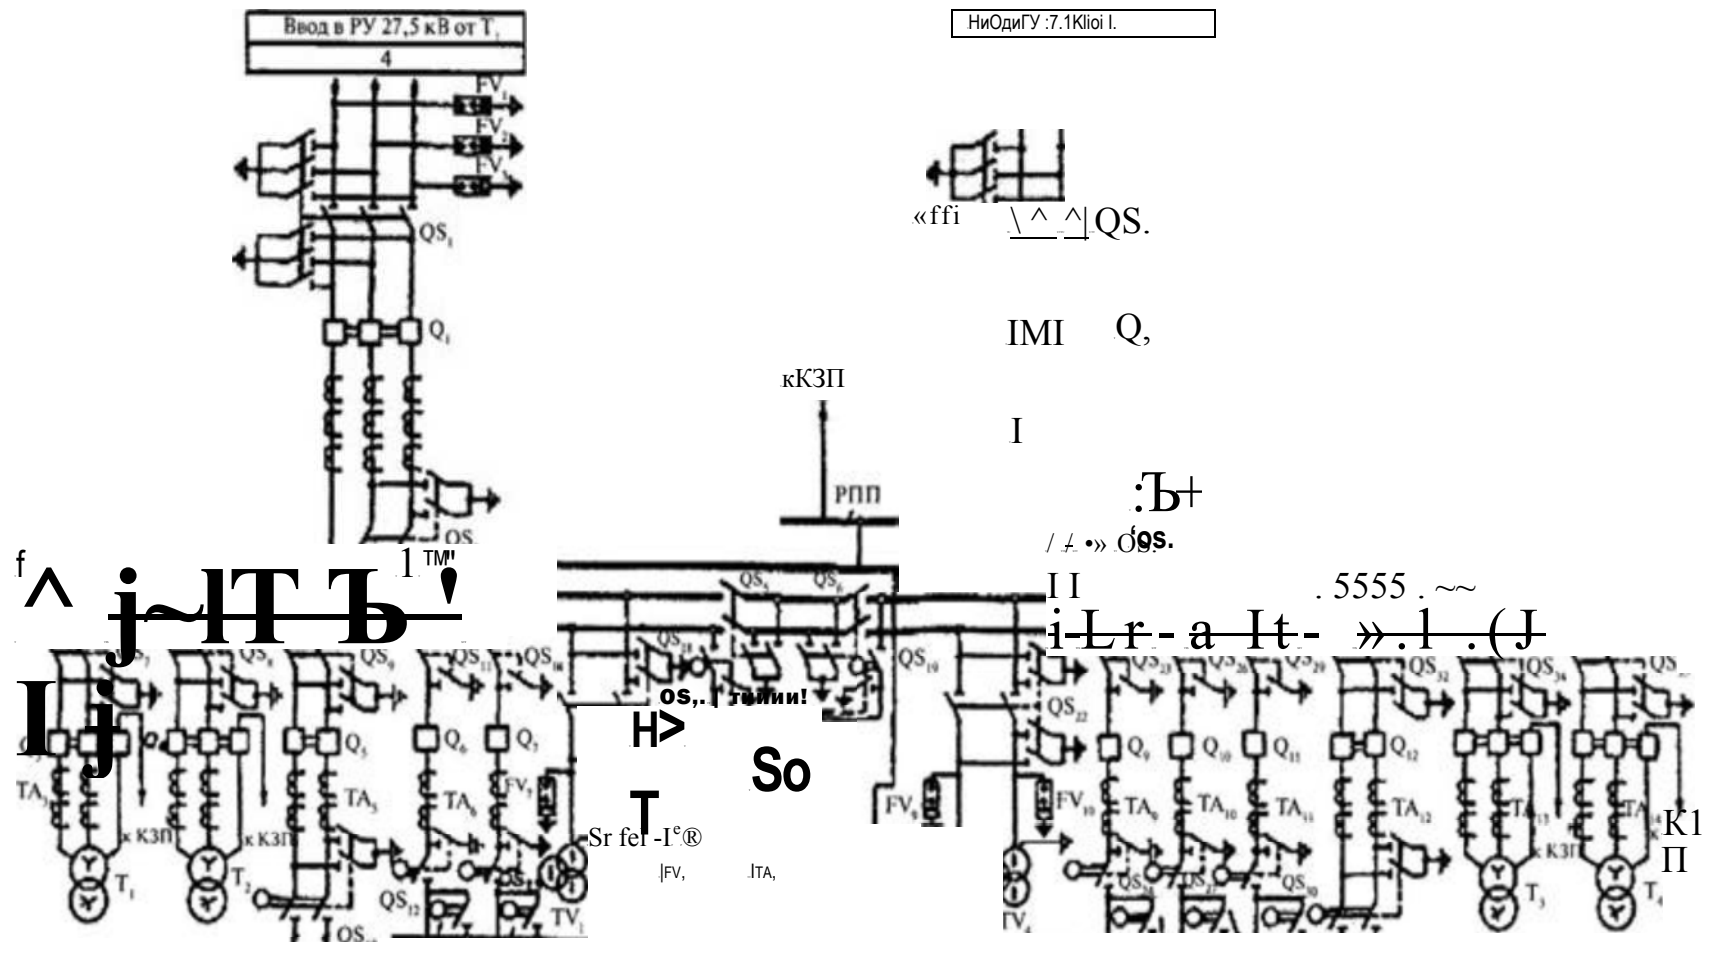

Рис. 1. Схема ОРУ - 27,5 кВ
Схема рабочего места присоединения берется из рис. 1.
2. Начертить схему рабочего места. Выдается преподавателем по вариантам (см. рис. 1) .
1. Схема рабочего места, используя рис. 1.